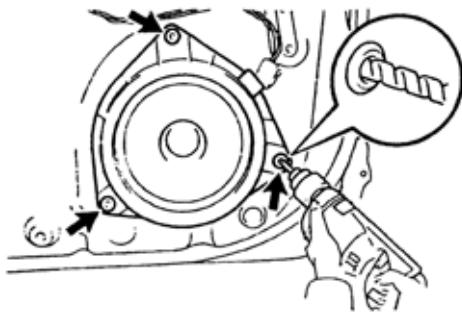

图 9-176
(2)用一个直径小于 4mm 钻头, 钻开 3 个铆钉, 从前门板上拆下 1 号扬声器总成, 如图 9-176 所示。